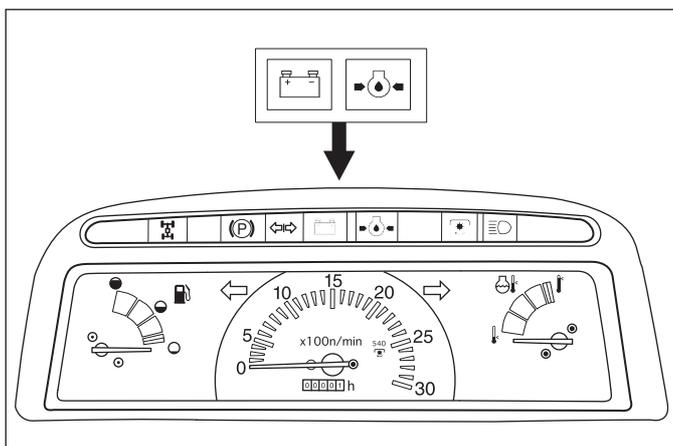

FIG. 5-3
**FIG. 5-3:** Les lampes témoins de batterie et de pression d'huile moteur de la bande des témoins devraient s'éteindre quand le moteur démarre. Si l'un de ces témoins reste allumé, **ARRÊTEZ IMMÉDIATEMENT LE MOTEUR** et recherchez la cause du problème.